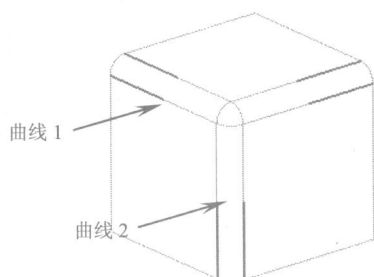
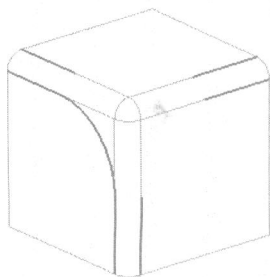

图1-14
图1-15
12. 在【曲线】工具条中单击【桥接曲线】按钮，弹出【桥接曲线】对话框。依次选择桥接曲线 1 和曲线 2，如图 1-14 所示，最后单击 **确定** 按钮创建桥接曲线，结果如图 1-15 所示。